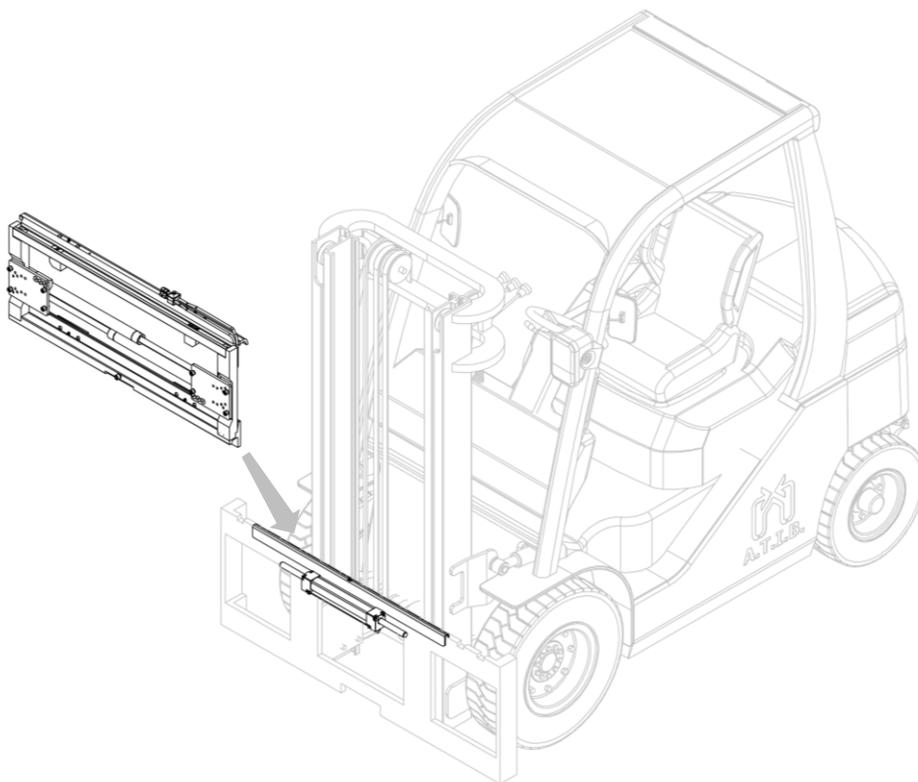

Figure 15
7. Accrocher l'équipement à l'aide d'un pont roulant ou d'un palan de capacité suffisante et le placer sur le double crochet, en veillant à le positionner correctement (voir *Figure 15*).